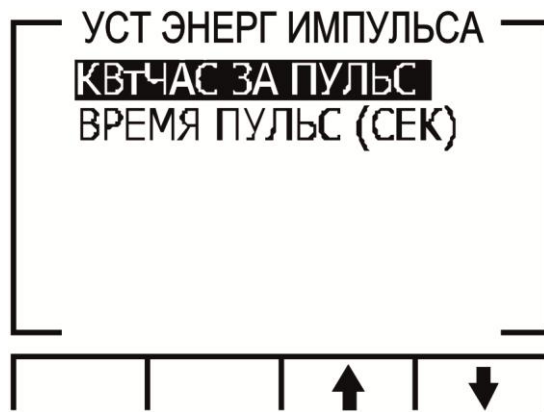

Рис. 20
4. Нажмите Back. На дисплее появится экран настройки импульсного выхода. Настройте расход энергии на каждый импульс и время импульса (рис. 20):